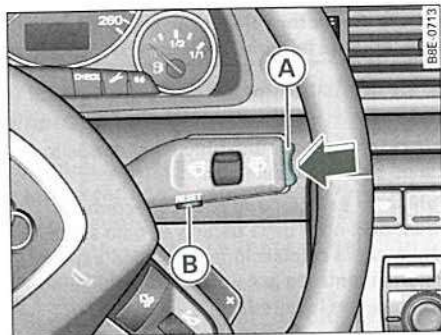

Fig. 125 Palanca del limpiaparabrisas: Tecla Reset y selector
Funciones de la tecla **[Reset]** (B) ⇒ fig. 125 y del selector (A)
- Pulse la tecla **Reset** (B) ⇒ *página 128*, fig. 125. Se visualiza el menú inicial ⇒ *página 42*, fig. 26.
- Pulse el selector (A) hasta que se active la opción de ajuste (en fondo rojo).